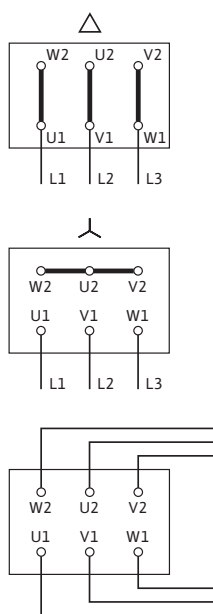

Fig. 17: Maitinimo įtampa
Elektros prijungimo schema nurodyta ant gnybtų dėžutės dangtelio (taip pat žr. Fig. 17).
- Maitinimo įtampa priklauso nuo variklio galios P_2 , tinklo įtampos ir įjungimo būdo. Sujungimo tiltelių gnybtų dėžutėje jungimo schema parodyta toliau pateiktame sąrašė „Lent. 4. Prijungimo gnybtų išdėstymas“ p. 17 ir Fig. 17.